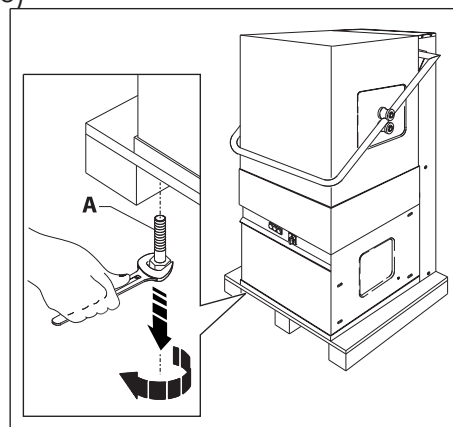

Fig. 3
2. Retirar os dois parafusos A que fixam a máquina de lavar louça à plataforma de transporte (fig. 3)